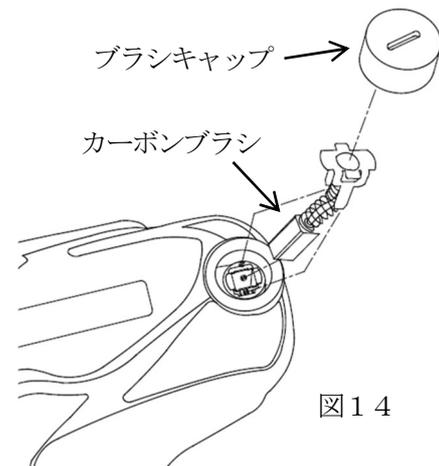

図14
- (2) 点検および交換はモータ部後端の左右のブラシキャップをドライバーでブラシキャップを取り外して行います。(図14)
- (3) バッテリーを単体で保管の場合は、短絡を防ぐため、電池カバーを取り付けて下さい。